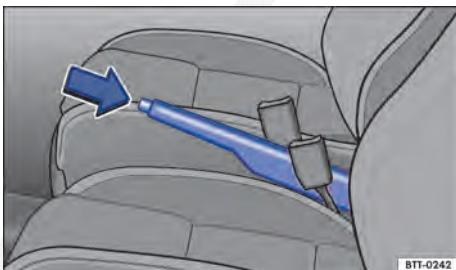

Fig. 130 Entre os bancos dianteiros: freio de estacionamento.
- Puxar a alavanca do freio de estacionamento um pouco para cima e pressionar o botão bloqueador no sentido da seta ⇒ Fig. 130.